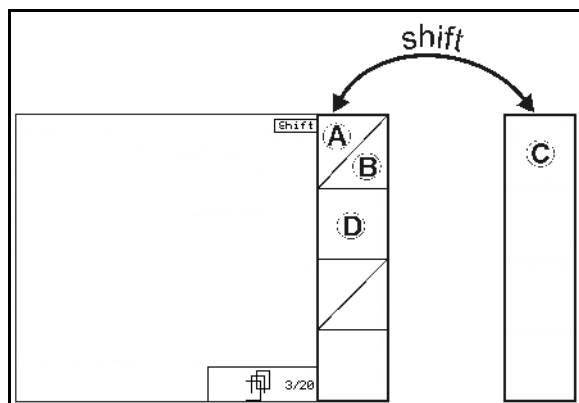

Fig. 10
- Hvis du trykker på Shift-tasten, fremkommer flere funktionsfelter (Fig. 10), og belysningen i funktionstasterne ændrer sig tilsvarende.